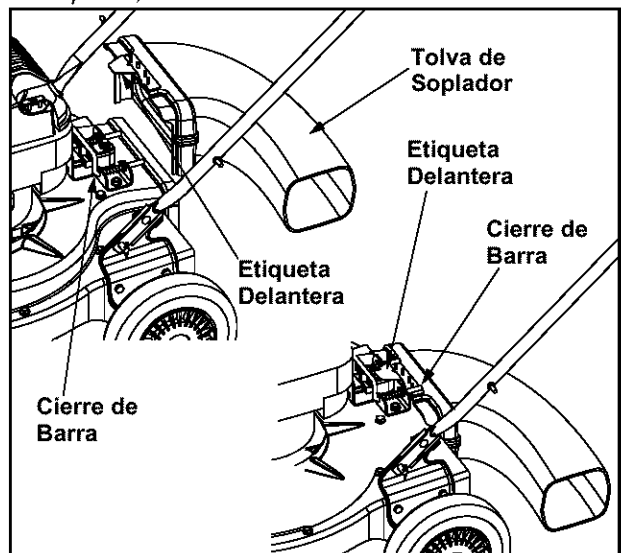

Figura 5
- Asir el tubo de soplado con una mano y, con la otra mano, tirar de la varilla de fijación en la escuadra de montaje hacia el motor. Use el final de soporte de montaje como el apalancamiento deslizando la barra que se cierra. Ver la figura 5.
- Asir el mango del tubo de soplado con una mano y, con la otra mano, tirar de la varilla de fijación en la escuadra de montaje hacia el motor para soltar el recolector. Ver la Figura 5.